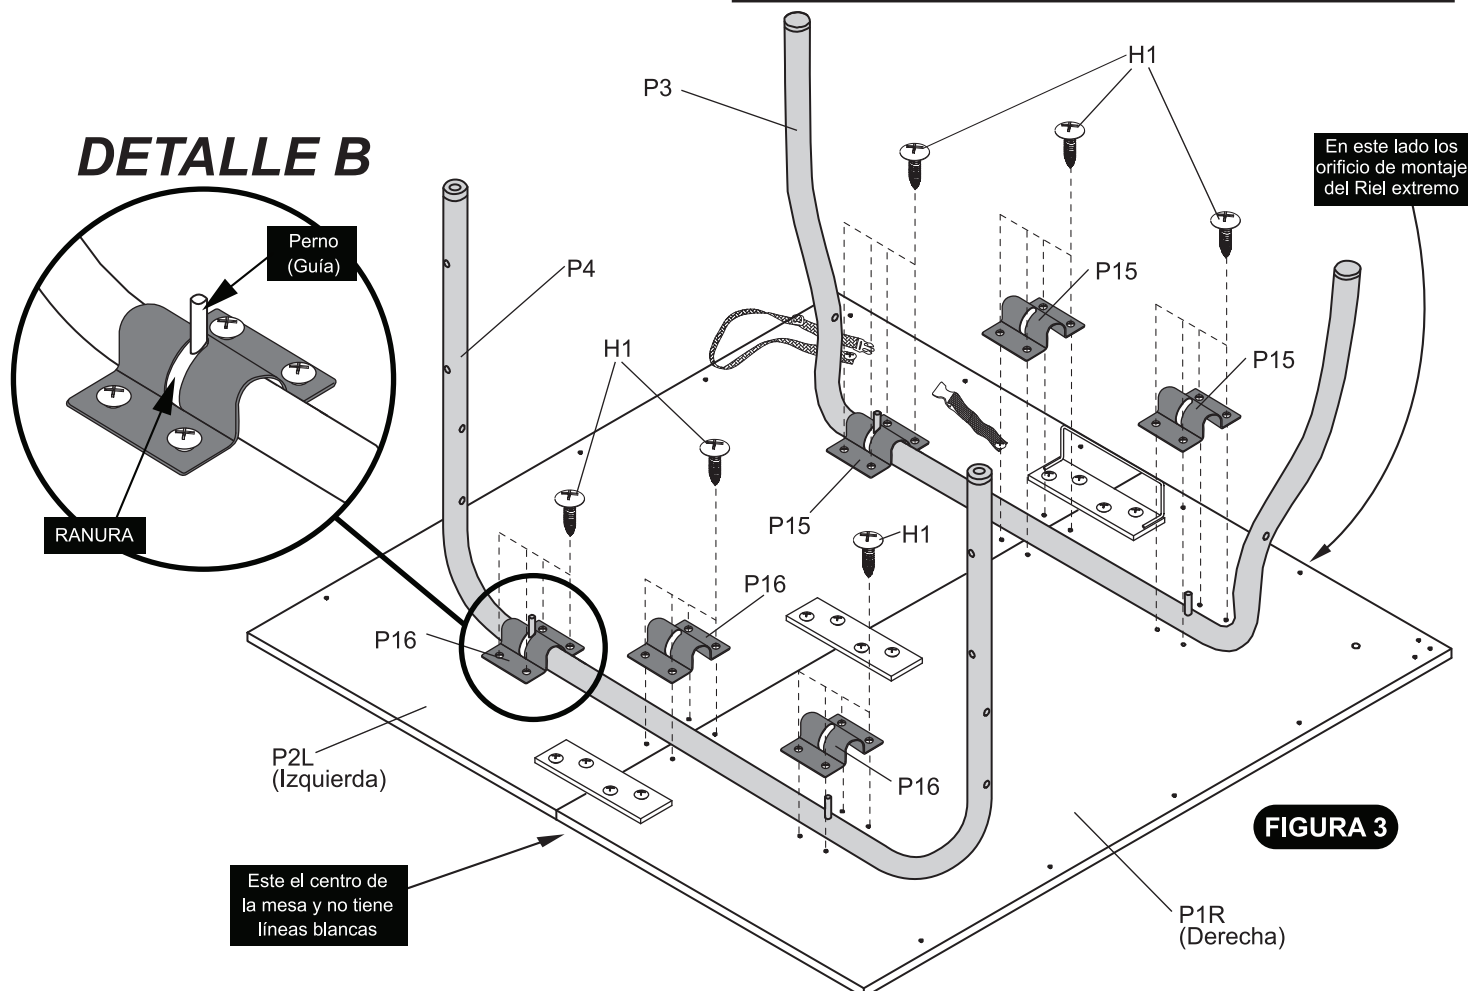

FIGURA 3
CUANDO ENSAMBLE LA MESA, ES EXTREMADAMENTE IMPORTANTE QUE LAS ABRAZADERAS GRANDES EN "U" P15 Y LAS ABRAZADERAS CHICAS EN "U" P16 ESTÉN PUESTAS COMO ESTÁN MOSTRADAS EN LA FIGURA 3 Y EL DETALLE A.
1. ASEGÚRESE QUE LA RANURA DE LAS TRES ABRAZADERAS GRANDES EN "U" P15 Y LAS ABRAZADERAS CHICAS EN "U" P16 ESTÉN TODAS DE FRENTE EN LA MISMA DIRECCIÓN (HACIA EL CENTRO DE LA MESA) COMO ESTA MOSTRADO EN LA FIGURA 3 Y EN EL DETALLE A.